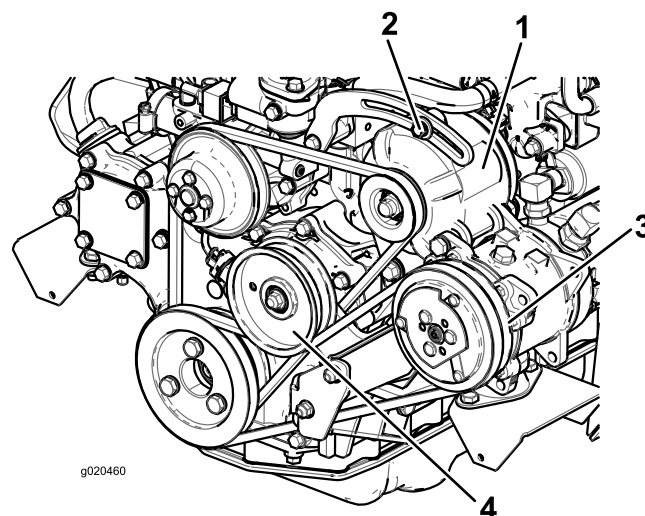

Figura 68
Compruebe la condición y la tensión de la correa (Figura 68) cada 100 horas de operación.
2. Si la desviación no es de 10 mm, afloje los pernos de montaje del alternador (Figura 68). Aumente o reduzca la tensión de la correa del alternador y apriete los pernos. Verifique de nuevo la desviación de la correa para asegurarse de que la tensión es la correcta.
2. Si la desviación no es de 10 mm, afloje el perno de montaje de la polea tensora (Figura 68). Aumente o reduzca la tensión de la correa del compresor y apriete el perno. Verifique de nuevo la desviación de la correa para asegurarse de que la tensión es la correcta.